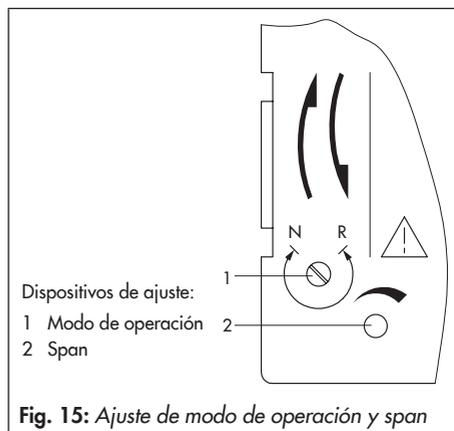

Fig. 15: Ajuste de modo de operación y span
2. Ajustar la corriente de salida a través del span (ver fig. 15) a $20 \pm 0,02$ mA.